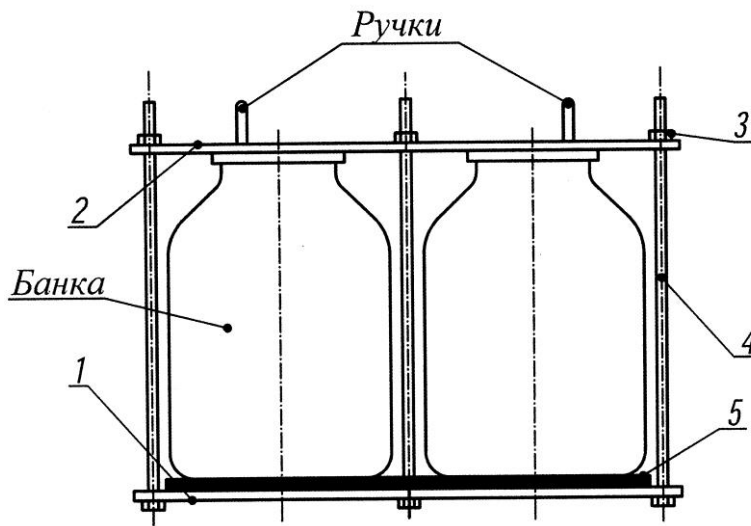

Рис. 2 Кассета
Установить в кассету подготовленное количество банок с закатанными продуктами согласно таблице 2.2 (где показана максимальная вместимость) и надёжно зафиксировать банки в кассете с помощью зажимных гаек 3 (рис. 2), затягивая их крест-накрест ключом так, чтобы плотно притянуть крышку 2 к банкам с лёгким усилием.
При установке банок в два слоя, банки верхнего слоя устанавливаются непосредственно на банки нижнего слоя без резиновой прокладки 5 (рис.2). Банки должны располагаться как можно ближе к шпилькам. Банки должны иметь одинаковую высоту. Проверить надёжность крепления банок, для этого попытаться руками сдвинуть банки относительно основания и крышки кассеты. Сдвиг не допустим.
5.18. Вынуть кассету (рис. 2) из автоклава и установить в безопасное место для дальнейшего остывания .
5.19. После остывания банок до комнатной температуры открутить гайки 3 (рис. 2), снять крышку 2, вынуть банки с консервируемой продукцией и проверить состояние крышек, банок и прочность закатки.